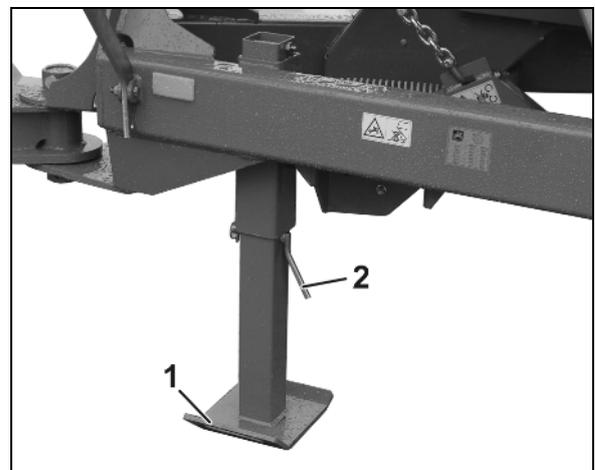

Fig. 54
6. Relevez les bras inférieurs d'attelage du tracteur, jusqu'à ce que la béquille (Fig. 54 / 1) ne touche plus le sol.
7. Enlevez l'axe de réglage (Fig. 54 / 2).
8. Poussez la béquille vers le haut au niveau de la poignée (Fig. 54 / 1) et goupillez la en sécurité.